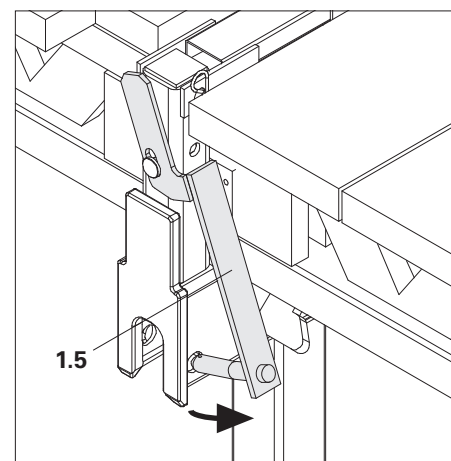

Fig. B4.02
10. Rodar a cavilha de segurança (1.5) para um lado. (Fig. B4.02)